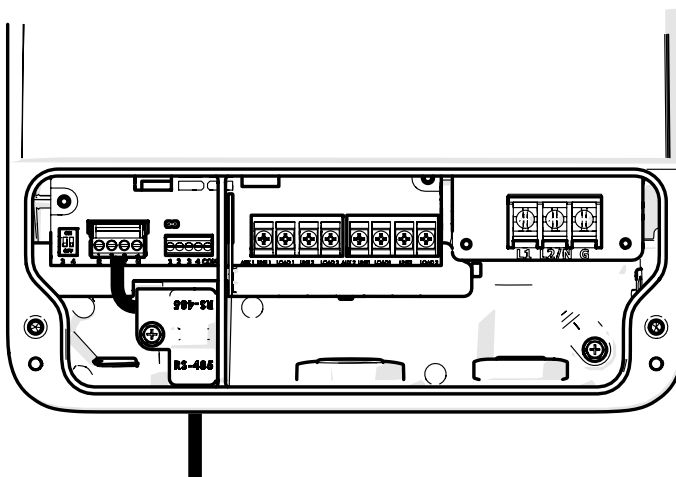

Figure 8. Port de connexion rapide RS-485 avec câblage
En plus d'être correctement mis à la terre tel que décrit dans la section *Câblage électrique*, et conformément aux exigences du National Electrical Code (NEC), ou au Canada le Code Canadien de l'électricité (CCE), le moteur de la pompe doit être relié aux pièces métalliques de la piscine, du spa ou de la cuve thermale et à tous les composants et équipement électrique avec le système de circulation d'eau de la piscine ou du spa. Cette liaison doit être réalisée en utilisant un conducteur en cuivre plein, AWG n° 8 ou plus gros. Au Canada, il faut utiliser du AWG n° 6 ou plus gros. Relier le moteur en utilisant la languette de liaison externe fournie sur le cadre du moteur. Se reporter à la Figure 8.
- Port de connexion rapide RS-485 (se reporter à la Figure 8)